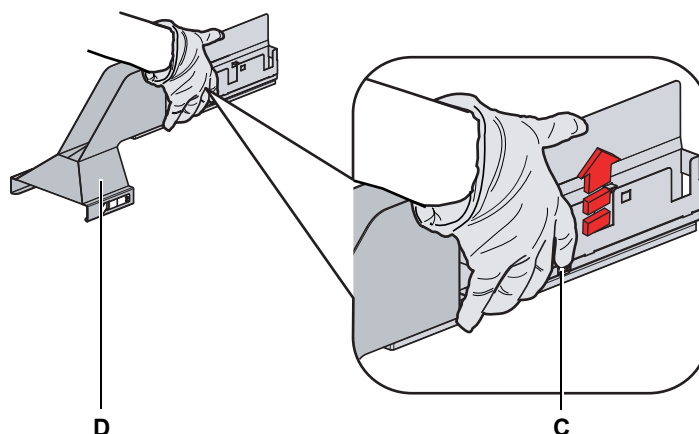

Fig. 7-15 Retrait de l'unité de lavage et d'évacuation pour embouts jetables de la table de travail
- 8 Tirez le levier d'attache rapide (C) et maintenez-le Fig. 7-15 , Fig. 7-26.
- 9 Tirez simultanément l'unité de lavage (D) vers l'extérieur et ouvrez le panneau d'accès avant pendant jusqu'à ce que l'unité de lavage (D) se désengage de la table de travail Fig. 7-15 , Fig. 7-26.
15 Tirez et maintenez le levier de dégagement rapide (C) pour réinstaller l'unité de lavage DiTi sur la table de travail Fig. 7-15 , 7-26.